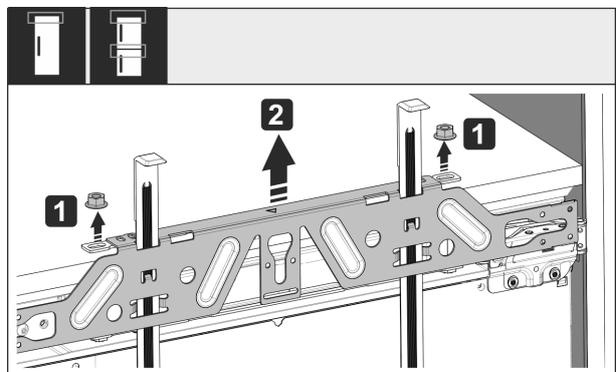

Fig. 54
- Desserrer les contre-écrous Fig. 54 (1).
- Retirer la traverse de fixation Fig. 54 (2).